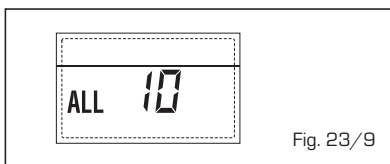

Fig. 23/9
**- INTERVENÇÃO SONDA FUMOS "ALL 13"** (fig. 23/10)